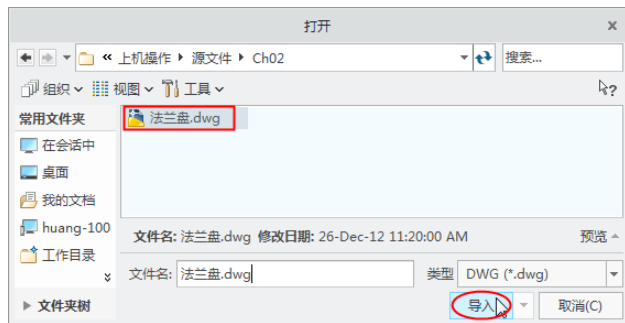

图 2-121 打开 AutoCAD 图纸文件
- 02** 在“获取数据”组中单击“文件系统”按钮,然后打开本例素材源文件“法兰盘.dwg”,如图 2-121 所示。